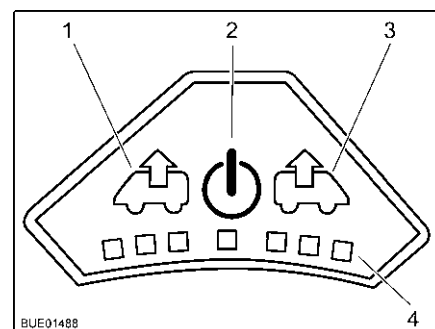

Fig. 85 Cuadro de mando del ventilador
- Pulsar la tecla On/Off (Fig. 85,2). El ventilador funciona en el modo confort (extracción con la velocidad más baja del ventilador).
- Para aumentar la velocidad del ventilador: Pulsar la tecla de extracción (Fig. 85,1). La velocidad del ventilador aumenta un nivel en el sentido de extracción de aire. Los LED (Fig. 85,4) muestran los niveles de ajuste.
- Para disminuir la velocidad del ventilador: Pulsar la tecla de ventilación (Fig. 85,3). La velocidad del ventilador disminuye un nivel.
- Para aumentar la velocidad del ventilador: Pulsar la tecla de ventilación (Fig. 85,3). La velocidad del ventilador aumenta un nivel en el sentido de ventilación. Los LED (Fig. 85,4) muestran los niveles de ajuste.
- Para disminuir la velocidad del ventilador: Pulsar la tecla de extracción (Fig. 85,1). La velocidad del ventilador disminuye un nivel.
- Pulsar la tecla On/Off (Fig. 85,2). El ventilador se detiene, los LED se apagan.